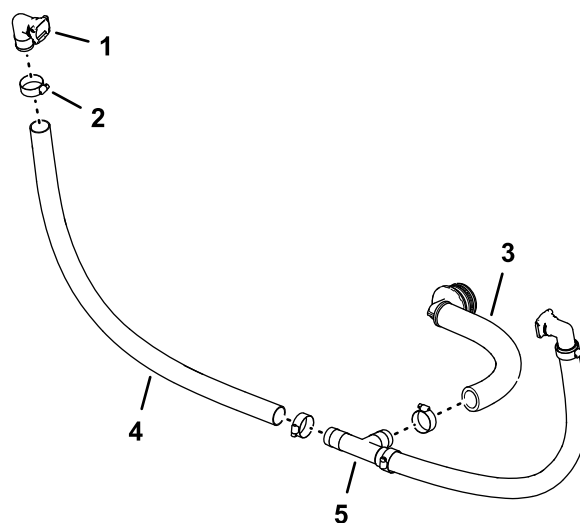

Figura 92
- Montate l'estremità libera del flessibile sul raccordo a T come illustrato nella Figura 92 e fissate il flessibile al raccordo con una fascetta stringitubo.
- Montate il gruppo raccordo dentellato a 90° e flessibile sul raccordo a T e fissate il flessibile al raccordo con una fascetta stringitubo (Figura 92).
- Montate il raccordo ad attacco rapido a 90° (presa - 1") nel foro (1" x 26") e fissate il flessibile al raccordo con una fascetta stringitubo, come illustrato nella Figura 92.